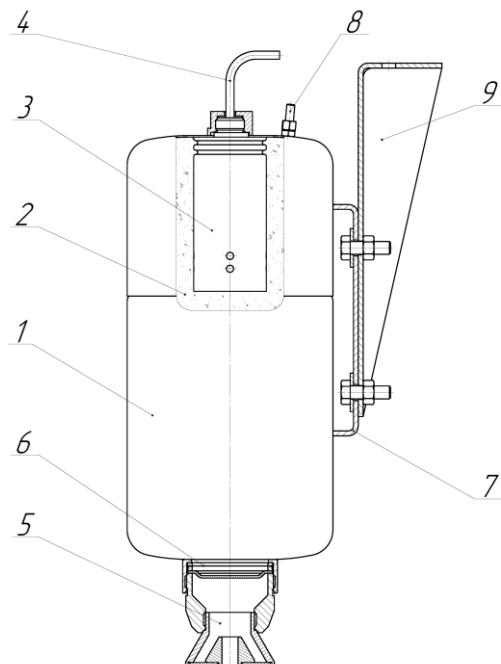

Рисунок 4 – Устройство модуля
4.1 МПП (рис. 4) представляет собой герметичную конструкцию, состоящую из корпуса 1, заполненного огнетушащим порошком 2, газогенерирующего устройства (ГГУ) 3 с электроактиватором 4, насадка-распылителя 5, мембранны 6, кронштейна 7, универсального кронштейна 9 и узла заземления 8.